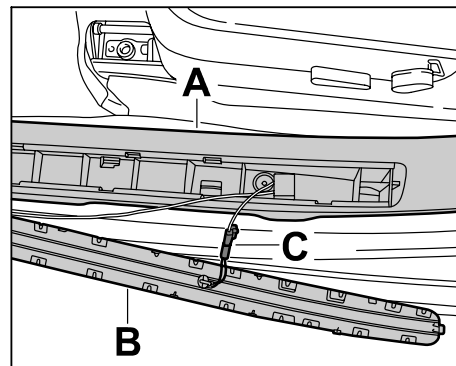

Bild 14
- 4.2 Einstiegsverkleidung  $\Rightarrow$  Bild 14 -A- positionieren und mit Schrauben befestigen.
- 4.3 Einstiegsblende  $\Rightarrow$  Bild 14 -B- ansetzen und Stecker  $\Rightarrow$  Bild 14 -C- mit Leitungssatz Inverter verbinden.